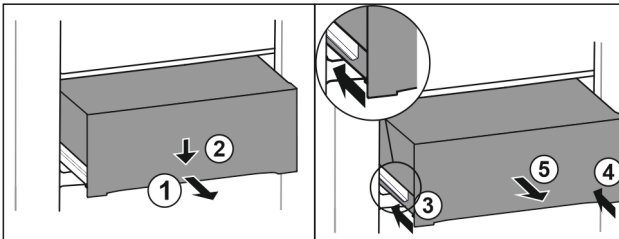

Fig. 104
- Çekmeceyi yarıya kadar dışarı çekin. Fig. 104 (1)
- Ön taraftaki çekmeceyi aşağı itin. Fig. 104 (2)
- Sol rayı yaklaşık 2 cm içeri sürün. Fig. 104 (3)
- Sağ rayı yaklaşık 2 cm içeri sürün. Fig. 104 (4)
- Çekmeceyi öne doğru çıkartın. Fig. 104 (5)